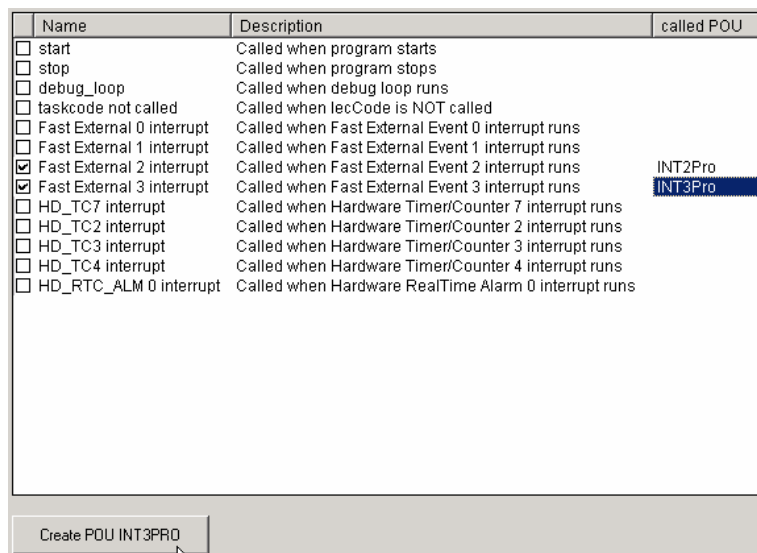

图 B-4-3
4. 在 Fast External 2 interrupt 和 Fast External 3 interrupt 后面分别创建一个子程序 INT2Pro、INT3Pro，分别点击 Create POU，则 2 个中断程序被创建成功，如图 B-4-3。